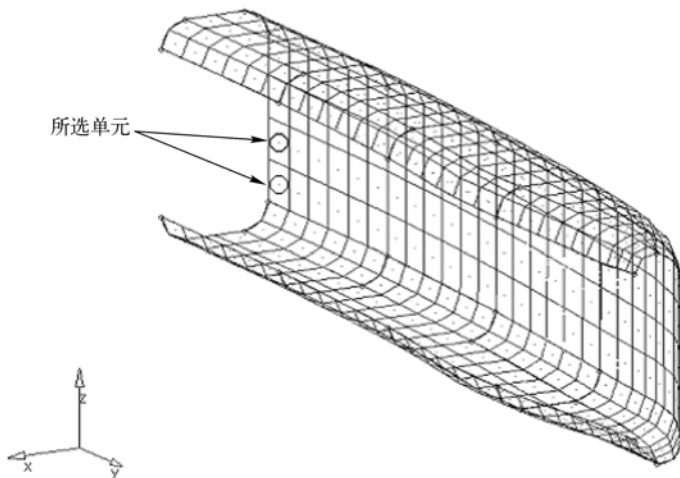

图 2-29 单元选择
- (2) 在 elems 选择器处于激活状态下时，从图形区域选择一些单元。可通过单击单元的控制点（位于单元中心）选择一个单元，选中的单元将以高亮白色显示，如图 2-29 所示。